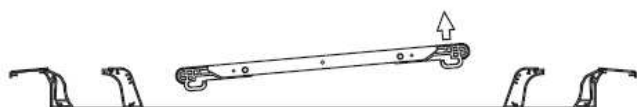

Fig.5-10
- 2) Zdejmij panel z mocowania jak pokazano na rysunku Fig.5-10.